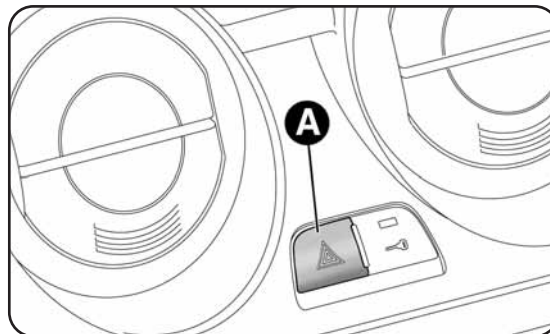

fig. 42
**COMMANDES****SIGNAUX DE DETRESSE fig. 42**